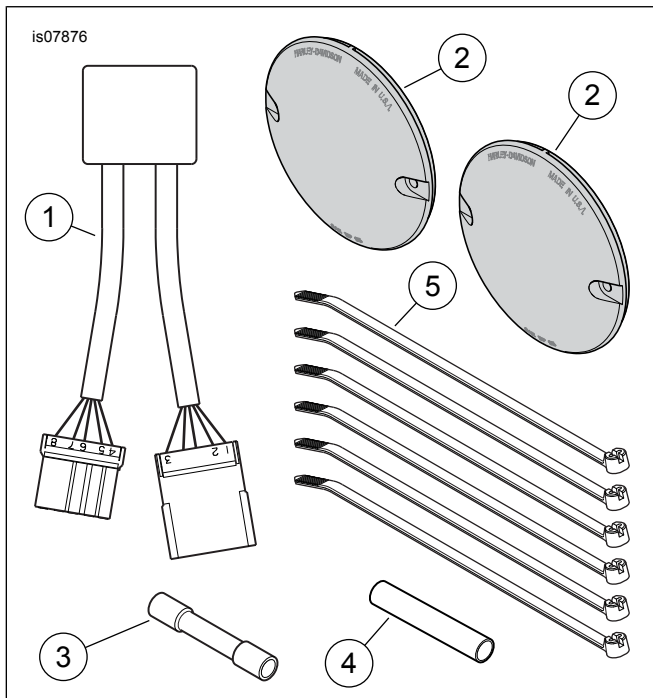

Figure 3. Pièces de rechange, kit de conversion de feu de frein/marche/feu de direction auxiliaire
Voir Figure 3 et Tableau 1.
2. Voir Figure 3. Prendre le module de feu de direction (1) dans le kit. Appairer les connecteurs du module aux connecteurs de l'étape 1. Faire cliquer en place.
6. Voir Figure 3. Prendre l'un des diffuseurs de feu de direction rouges (2) du kit. Poser le diffuseur rouge dans le logement du feu de direction arrière. Le fixer avec les vis d'origine. Bien serrer. Répéter pour l'autre diffuseur.